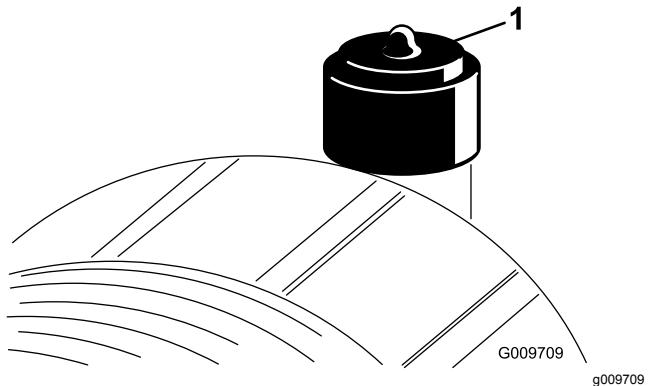

Figura 88
Faça a manutenção ao filtro de ar apenas quando o indicador de manutenção o exigir (Figura 88). Mudar o filtro de ar antes de ser necessário apenas aumenta a possibilidade de entrar sujidade no motor quando retira o filtro.
2. Reinicie o indicador (Figura 88) se este se apresentar vermelho.